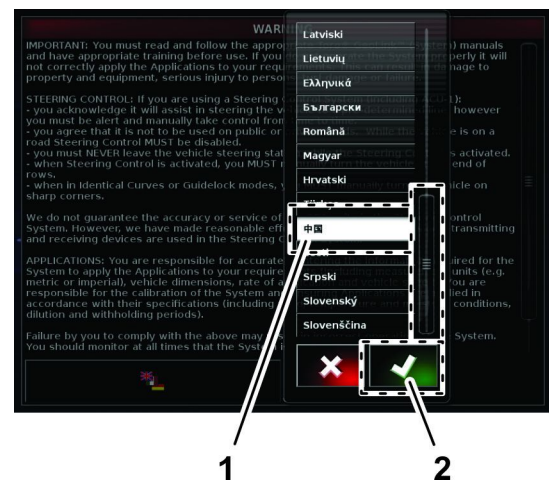

Bild 16
2. Navigieren Sie im Sprachauswahl-Dialogfenster auf die bevorzugte Sprache, wählen Sie aus der Liste aus und tippen auf das JA-Symbol (Bild 16).